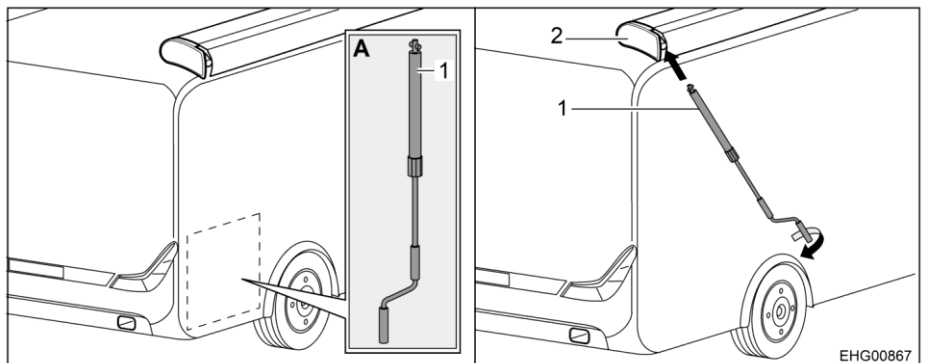

Bild 45 Montera veven
- Ta ut veven (Bild 45,1) ur det bakre lastutrymmet (Bild 45,A).
- Sätt veven i markisens bajonettfäsning (Bild 45,2).